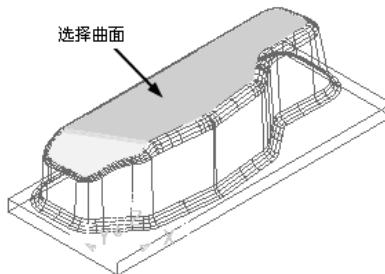
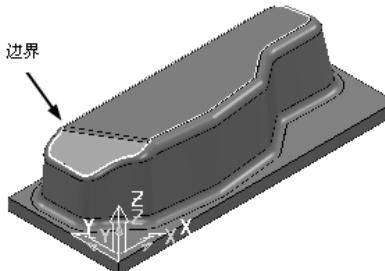

图 5-68 选择曲面 1
图 5-69 创建的边界 2
2) 选择图 5-68 所示的曲面，然后单击“应用”按钮，单击“接受”按钮即可完成边界创建，如图 5-69 所示。